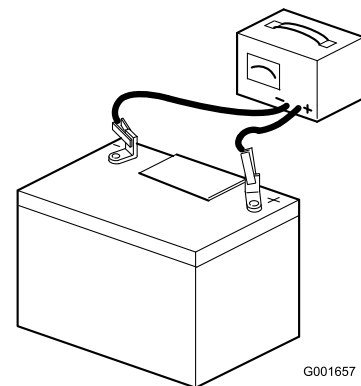

**Figura 4**
4. Pulite la parte superiore della batteria e togliete i tappi di sfiato (Figura 4).
5. Riempire con attenzione ogni elemento finché l'elettrolito non raggiunge il livello corretto (Figura 4).
9. Se necessario, riempire ogni elemento fino al livello corretto (Figura 4).